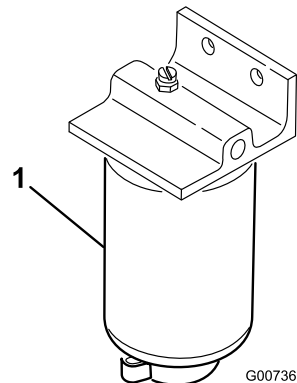

Figura 56
1. Coloque un recipiente limpio debajo del filtro de combustible (Figura 56).